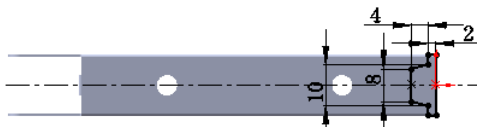

图 12.5.20 横断面草图
② 定义横断面草图。在草图环境中绘制图 12.5.20 所示的横断面草图。
(3) 定义切除深度属性。在“切除一拉伸”对话框 **方向 1** 区域的  下拉列表中选择 **给定深度** 选项, 在  文本框中输入深度值 0.6, 选中 ☒ **正交切除(N)** 复选框。
(4) 单击  按钮, 完成切除一拉伸 4 的创建。